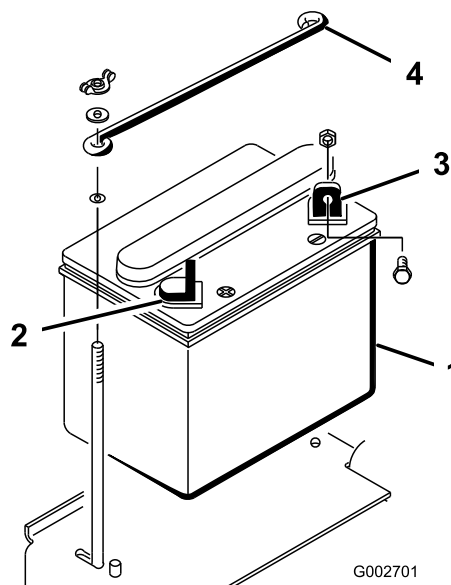

Figura 4
- Montate la batteria, con il morsetto negativo verso la parte posteriore della macchina (Figura 4).